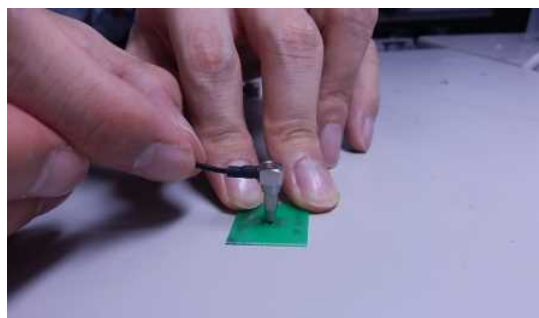

Fig. 17
- ・Fig. 17 のようにケーブルを引っ張り検査用ハーネスの抜去を行わないでください。
- ・Do not pull the cable to withdraw the harness as shown in Fig. 17.